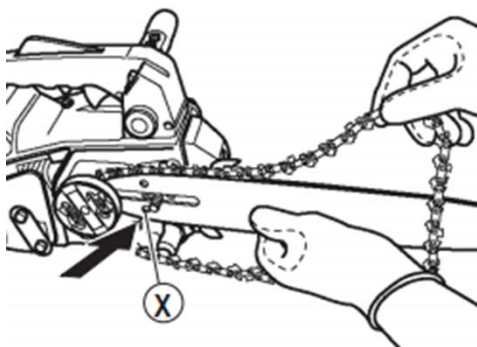

Abb. 7
- 6) Stecken Sie die Führungsschiene der Kette auf die Bolzen (Abb. 7).
- 8) Setzen Sie die Bremsenabdeckung wieder auf und vergewissern Sie sich, dass der Kettenspannerbolzen richtig in die Aussparung in der Führungsschiene (Abb. 7, Pos. X) eingeschoben ist.